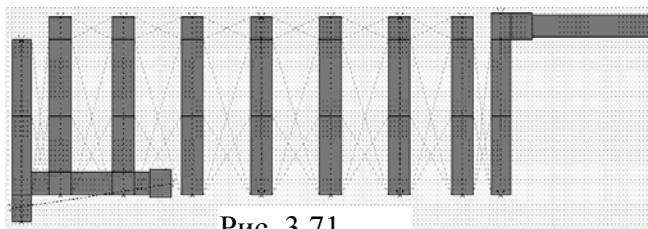

Рис. 3.71
2. Сделайте активным окно схемы. Выберите в меню команду **New Schematic Layout View**, чтобы отобразить топологию схемы. Возможный вариант отображения схемы показан на рис. 3.71.